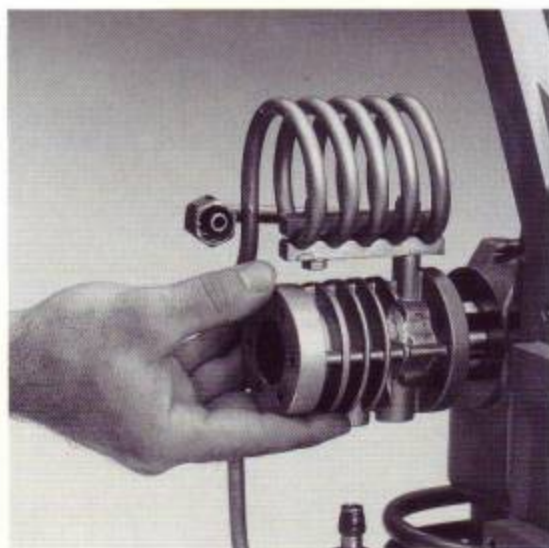

Abb. 13
- Unscrew off the fanwheel (1).
- Unscrew off the nuts (2) with a 10 mm wrench.
- Remove the cylinder (3). (see fig. 13).
- Push out the piston bush with the piston (4) from the upper part of the cylinder (3).
- Ventilatorrad (1) abschrauben.
- 4 Muttern (2) SW 10 abschrauben.
- Zylinder (3) abnehmen. (Siehe Abb. 13).
- Kolbenbüchse mit Kolben (4) aus Zylinderoberteil (3) herausdrücken.